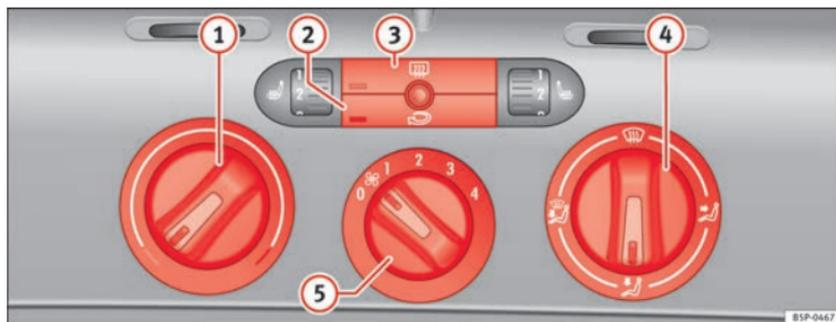

Fig. 106 Comandos do aquecimento no painel de instrumentos
- Com os reguladores ⇒ Fig. 106 ① e ④ e com o comando ⑤ regula-se a temperatura, a distribuição do ar e a velocidade da turbina.
- Premir o respectivo botão ② ou ③, para ligar e desligar uma função. Quando a função está activa, a janela que se encontra no canto inferior esquerdo do botão ilumina-se.